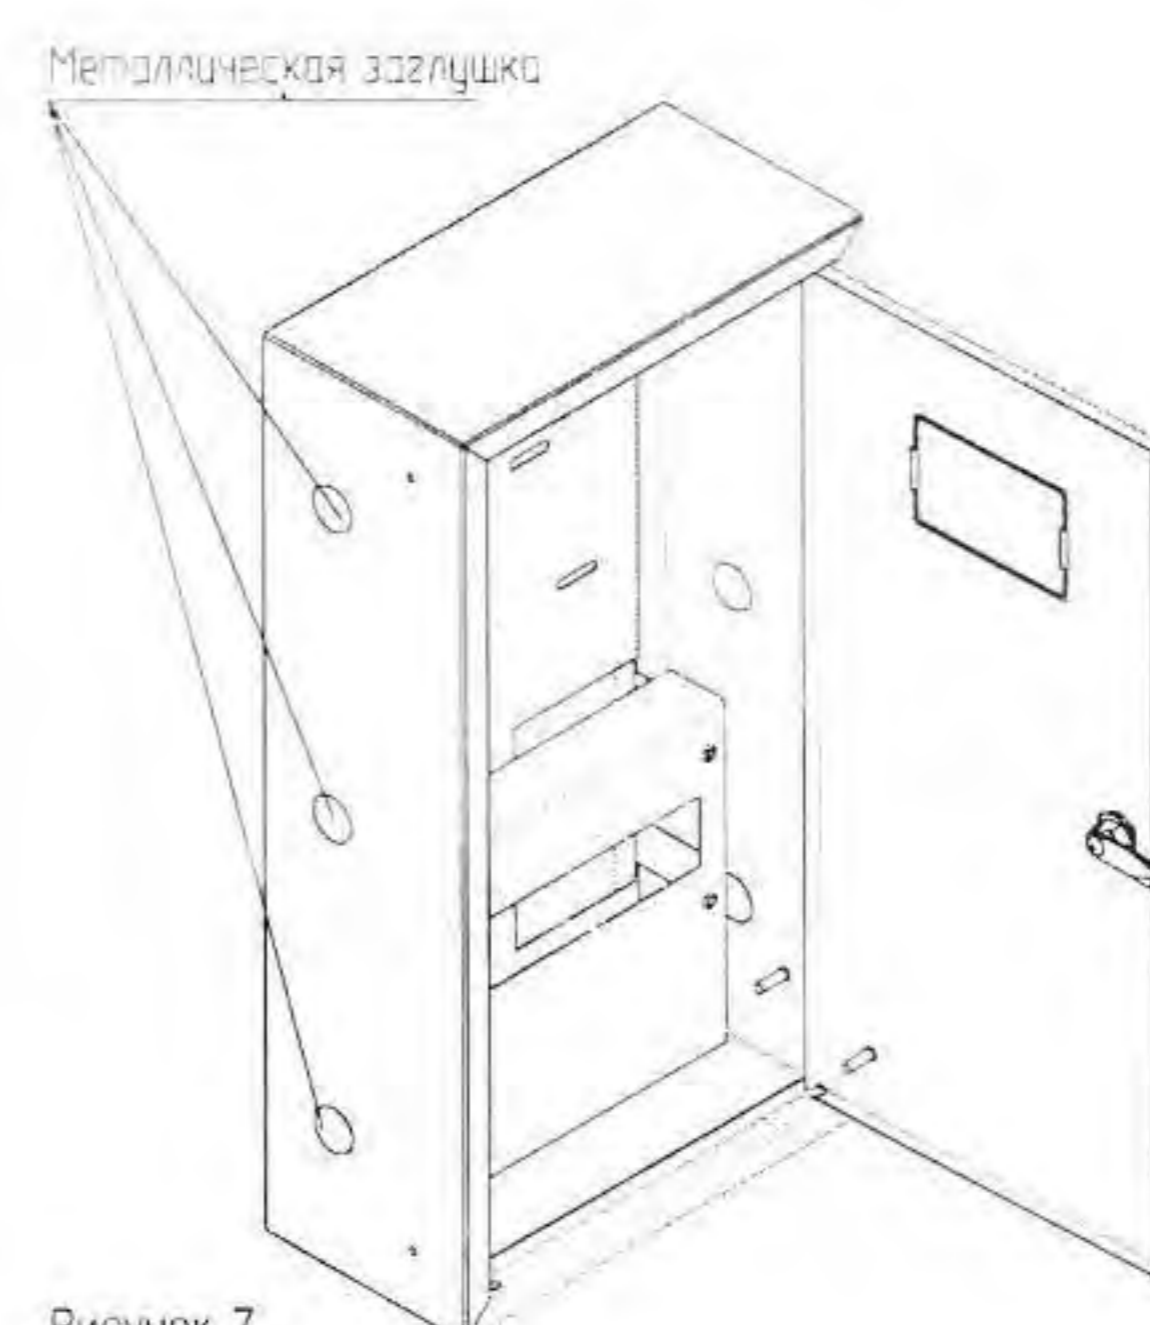

Рисунок 7
- 5.6 Удалите на левой или правой поверхности (в зависимости от того, какая будет примыкать к корпусу КЭТ) заглушки отверстий или одного отверстия, если ввод и вывод проводов в ЯУР будет осуществляться через одно отверстие (рисунок 7). Контур полученного отверстия не должен иметь заусенцев и острых кромок.